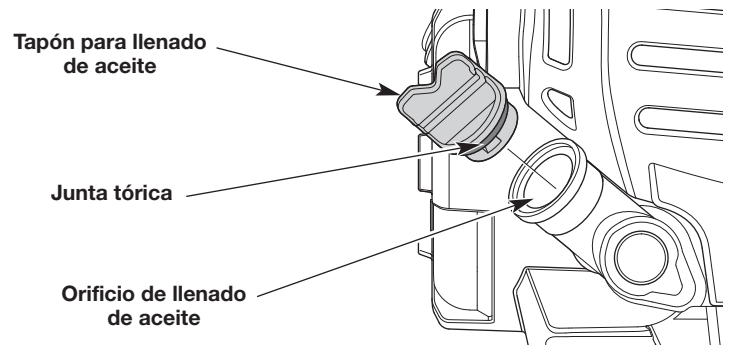

Fig. 8
4. Desenrosque el tapón de llenado de aceite (Fig. 8).
5. Vierta todo el contenido de la botella dentro del orificio de llenado de aceite (Fig. 8). **NO** llene el depósito en exceso. Consulte *Control del nivel de aceite*.
NOTA: Compruebe que la junta tórica esté en su lugar en el tapón de llenado de aceite (Fig. 8).